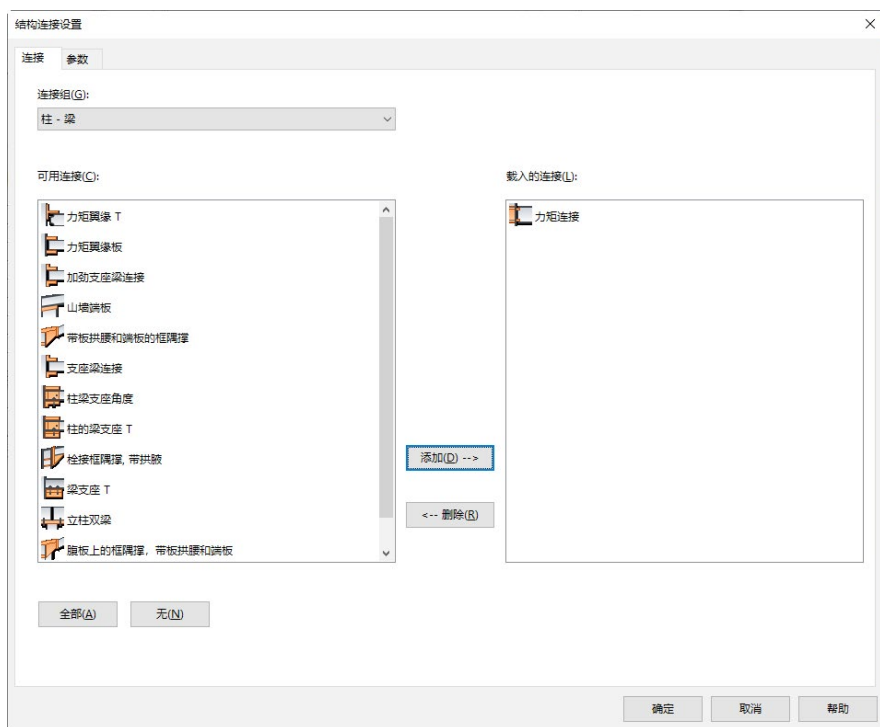

图 8-42 载入连接
(2) 连接组中包含常规支承、柱—梁、平台梁、梁处的板等，在“连接组”下拉列表中选择组别。
(3) 在“可用连接”列表中选择需要的连接，如“力矩连接”，单击“添加”按钮，将其添加到“载入的连接”列表中，如图 8-42 所示。